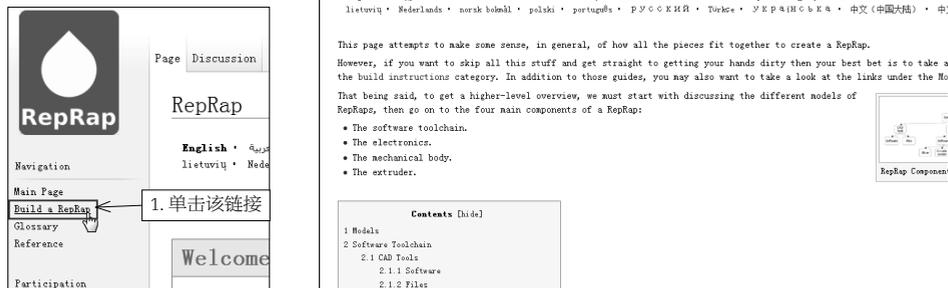

图 3-15 打开 RepRap 界面
(2) 单击界面左侧的 Build a RepRap 链接，网页便会自动跳转到 RepRap 页面，如图 3-15 所示。